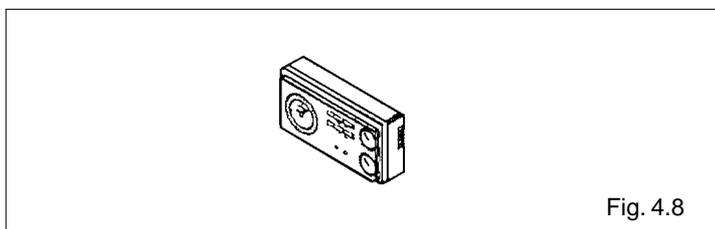

Fig. 4.8
- se intervenga en el termostato ambiente o en el programador horario (fig. 4.8)